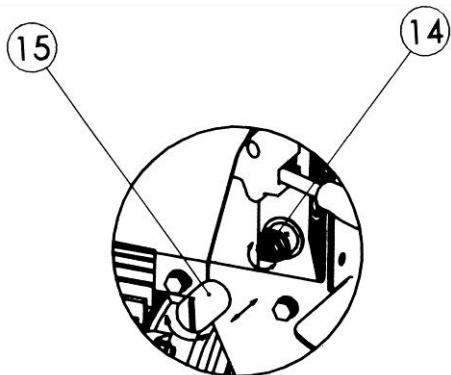

Fig. 5
VIS DE LIMITATION (14) A LA FIG. 5 !
La vis de limitation de la pression maximale est protégée par un cache en plastique (15), comme illustré à la Fig. 5, qui ne doit jamais être desserré et ajusté.